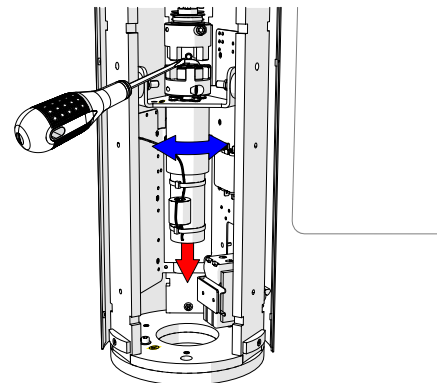

Fig. 42 - Kopplingsbytet (Motor)
7. Dra motorn kraftigt nedåt tills det finns tillräckligt med utrymme mellan komponenterna för att ta bort varje komponent från kopplingen (fig. 42);